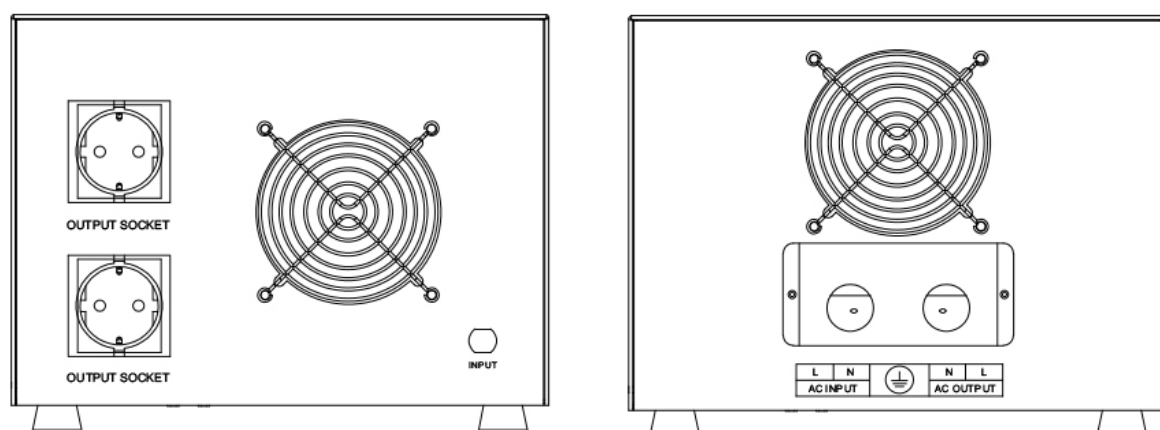

Figura 4 - Retro
1. Stabilizzatori Monofase fino a 2.5 KVA (vedi figura 4)
- 1.2. Collegare il cavo d'Ingresso rete (vedi figura 4) ad una **presa di alimentazione elettrica che deve avere obbligatoriamente una connessione a terra secondo le norme vigenti**. Verificare accuratamente il collegamento a terra della presa d'alimentazione elettrica.